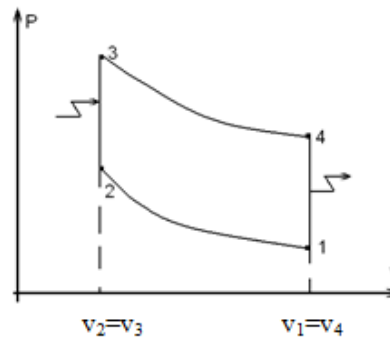

рисунок 5
4).рисунок 4      5). рисунок 5